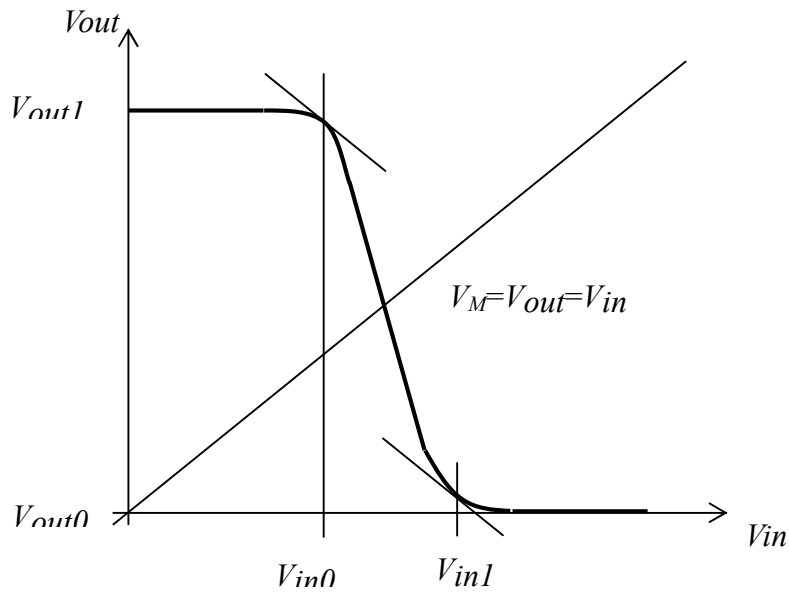

Figura 3
A Figura 3 mostra os valores V_{in0} , V_{in1} , V_{out0} e V_{out1} . Quanto maior o ganho do inversor na região 3 (idealmente o ganho é infinito e a curva nesta região é vertical), mais próximos serão os valores de V_{in0} e V_{in1} , maximizando-se consequentemente as margens de ruído MR0 e MR1.
Outro parâmetro importante da curva da Figura 3 é a tensão de limiar lógica V_M , correspondendo o valor de $V_{in} = V_{out}$ na curva, ou seja ao valor de equilíbrio das tensões de entrada e saída para estágios inversores encadeados. Este valor depende do projeto (de acordo com a eq. 3 acima) e é, em geral, desejável que $V_M = V_{DD}/2$, o que leva a margens de ruído equilibradas.
- g) Indique também na curva os valores de V_{out1} , V_{out0} (ver a Figura 3 - teoria).
- h) Trace sobre a curva, as linhas de declividade -1 e indique no gráfico os valores de V_{in1} , V_{in0} (ver a Figura 3 - teoria).